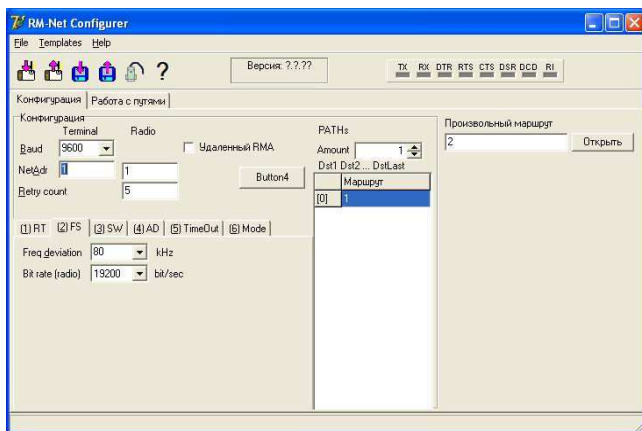

Рис. 2.2. Вкладка (2) FS
Установка полосы и скорости, осуществляется во вкладке (2) FS (Рис. 2.2) :